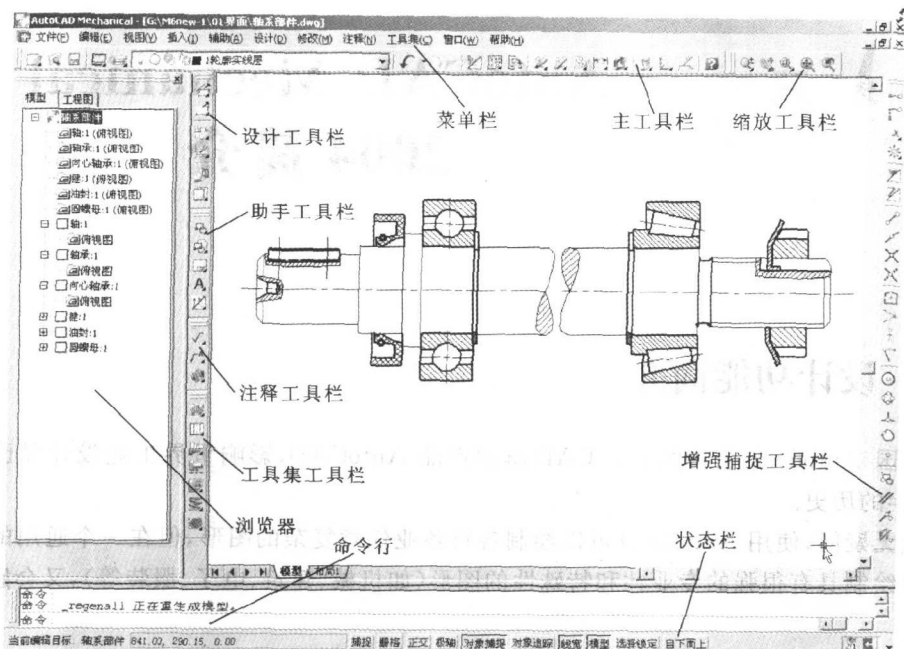

图 1.1 工作界面
进入 AutoCAD Mechanical 2004 后出现的工作界面如图 1.1 所示。
系统自带有建好的图层系统。例如, 在图 1.1 中的轴系装配图中, 轴承、键和圆螺母等标准件都自动放置在相应的标准件图层上。而轴的轮廓线、剖面线和中心线等也自动放置在相应的图层上, 节省了设计者建立图层、选择图层的时间, 使他们将更多的精力用于设计。
系统采用结构化二维机械设计的浏览器界面, 以可视方式显示装配结构, 用于组织和管理包含关联数据的零件、部件、视图和文件夹。浏览器能够清晰地记录下设计思路, 更便于他人正确地理解图纸。例如, 在图 1.1 中的轴系装配图的浏览器中可以看到, 该部件是由哪些零件组成的, 每个零件有几个视图等。在浏览器中可以亮显被激活的视图和文
3) 打开菜单【视图】→【工具栏】→【显示所有 Mechanical 快捷工具栏】。在绘图窗口的左侧显示 AutoCAD Mechanical 2004 快捷工具栏,在绘图窗口的右侧显示【增强捕捉】工具栏,如图 1.1 所示。